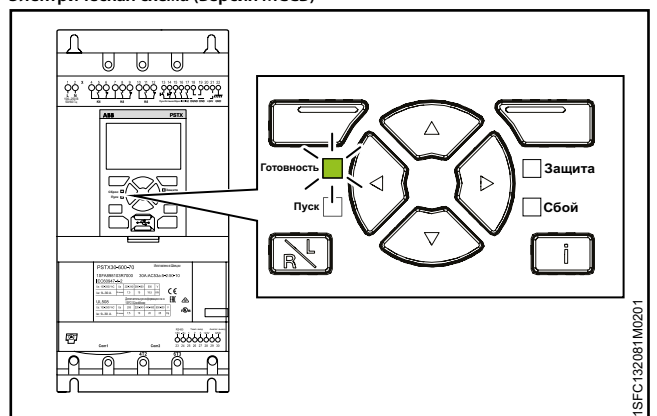

Рис. 2.7
10. На панели управления начинает мигать зеленый светодиодный индикатор «Ready» (Готовность), см. **Рис. 2.7**.